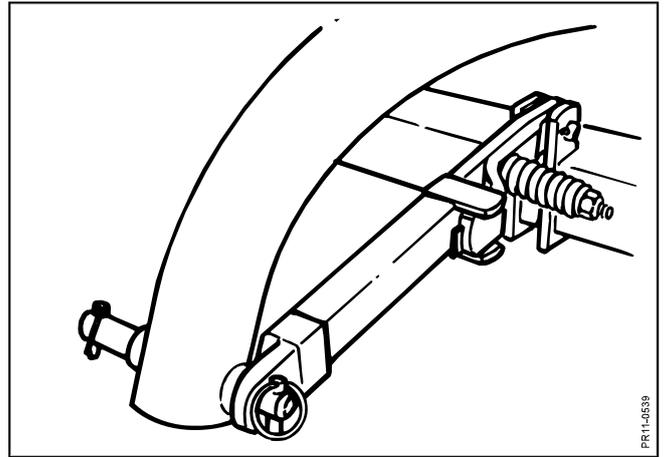

Fig. 3-10
**Fig. 3-10:** Die Maschine ist mit einem Sicherheitsauslöser versehen, der erlaubt, daß das Schneidwerk nach hinten ausweicht, wenn der Druck von vorne zu groß wird, z.B. wenn gegen feste Hindernisse so wie Bäume, ein Pfahl, erdfeste Steine usw. gefahren wird. Wenn der Sicherheitsauslöser betätigt worden ist, erfolgt das Einrasten am einfachsten dadurch, daß man in Arbeitsstellung den Schlepper mit einem kräftigen Ruck rückwärts fährt. Springt der Steinauslöser zu oft an, ist es möglich, die Federspannung zu erhöhen. Andererseits gibt es keine Auslösung der Steinauslöser, wenn bei abgesenktem Schneidwerk zurück gefahren wird, und man **riskiert dabei die Maschine zu beschädigen**.